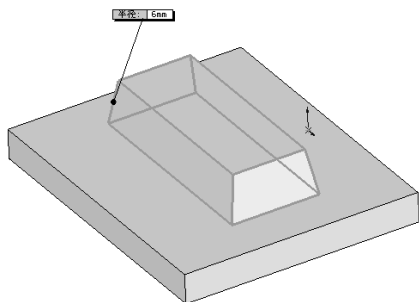
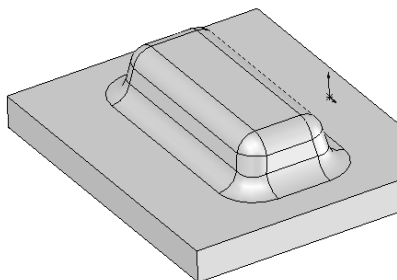
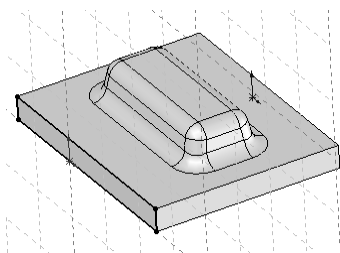

图 7-123 选择圆角边线
图 7-124 生成圆角特征
图 7-125 转换实体引用
5) 执行“插入”→“特征”→“圆角”菜单命令, 或者单击“特征”工具栏中的“圆角”按钮, 输入圆角半径为 6.00mm, 按住〈Shift〉键, 依次选择拉伸特征在各个边线, 如图 7-123 所示, 然后单击“确定”按钮, 生成圆角特征, 如图 7-124 所示。
6) 单击图 7-124 中矩形实体的一个侧面，然后单击“草图”工具栏中的“草图绘制”按钮, 并单击“转换实体引用”按钮, 转换实体引用如图 7-125 所示。